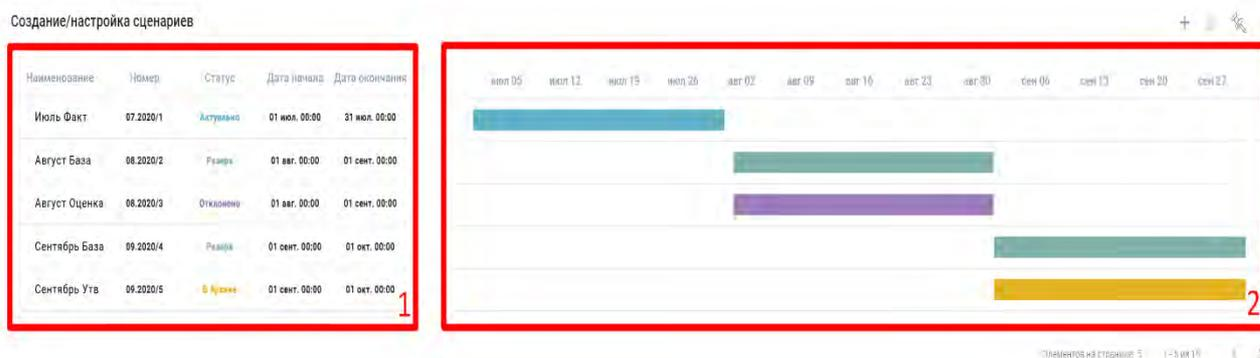

Рисунок 5.3 Виджет "Список сценариев"
Виджет «Список сценариев» предназначен для создания, сравнения сценариев между собой и выбора сценария для дальнейшего внесения его атрибутов. Виджет разделен на табличную (1) и графическую (2) части. Табличная часть предназначена для отображения созданных сценариев. Графическая часть предназначена для отображения сценариев в виде диаграммы Ганта. Общий вид виджета представлен на **Рисунок 5.3 Виджет "Список сценариев"**.